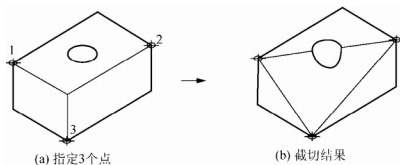

图 12-20 指定三点确定截切平面
(6) 【三点(3)】: 用三点定义剪切平面, 如图 12-20 所示。